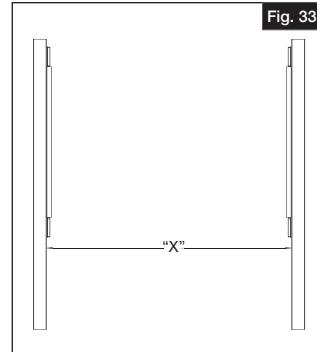

Fig. 33
Déterminer l'espacement entre les poteaux (X) (Fig. 33).